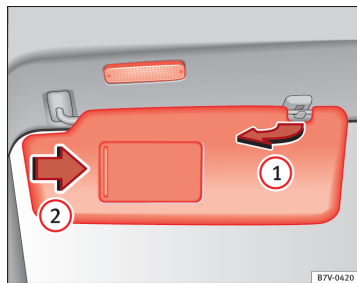

Fig. 63 Pare-soleil.
- Le pare-soleil peut être retiré du support et rabattu contre la porte ⇒ fig. 63 ①.